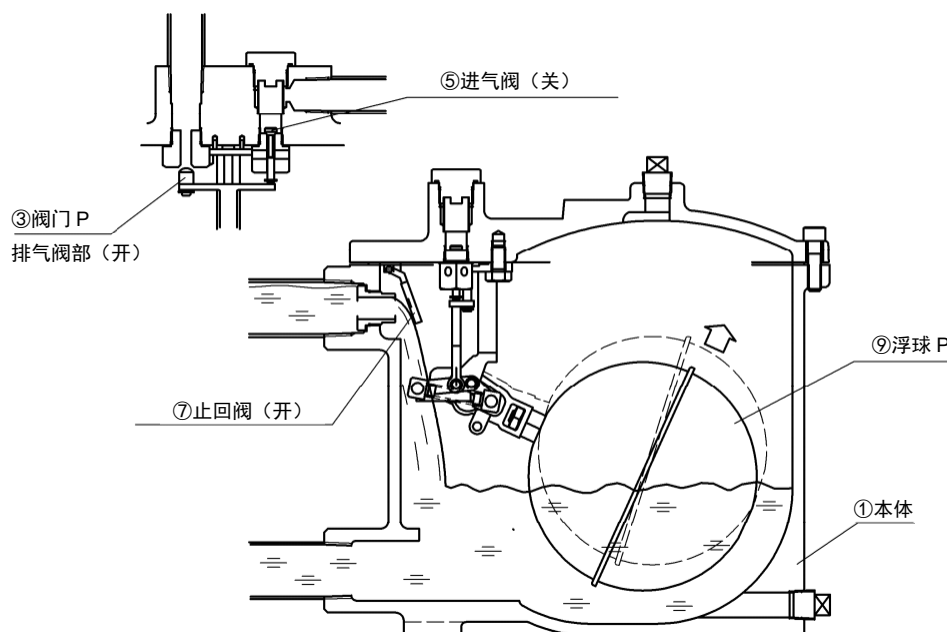

图 3: 状态 1
冷凝水从冷凝水入口起经由止回阀⑦流入本体①内部，浮球（P）⑨在浮力的作用下上升。（参照图 3）